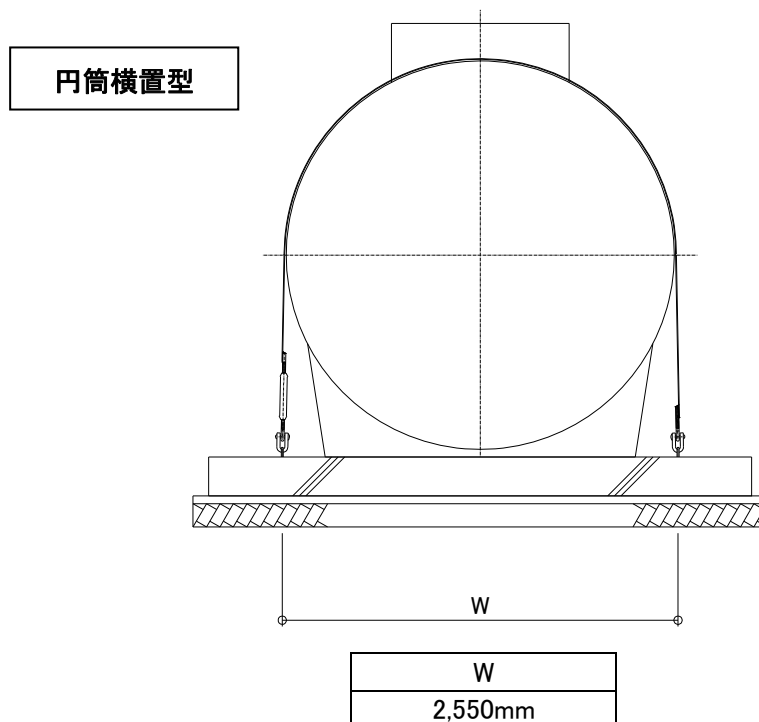
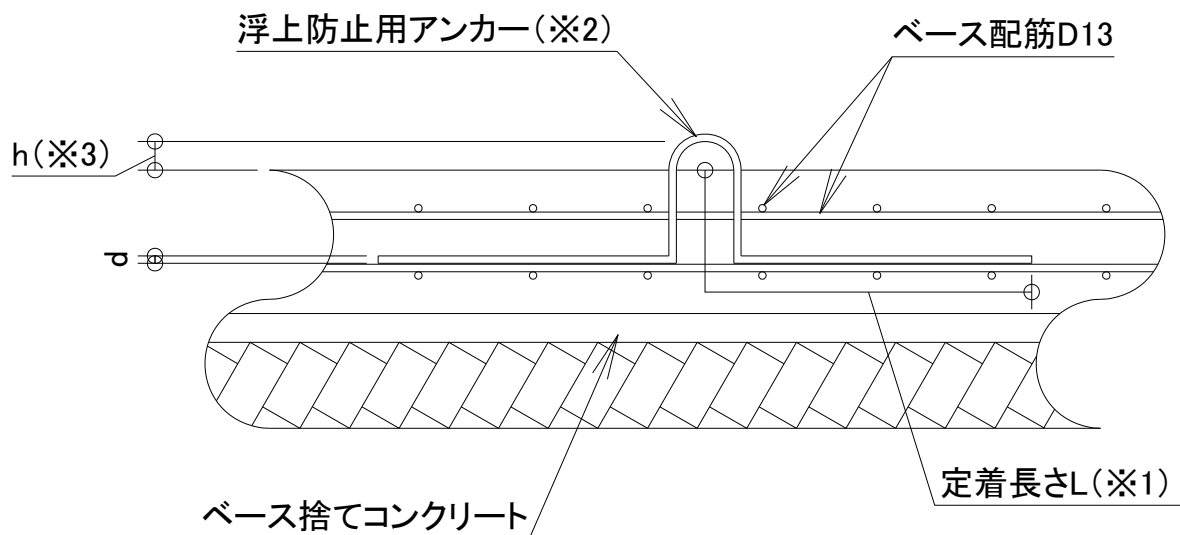
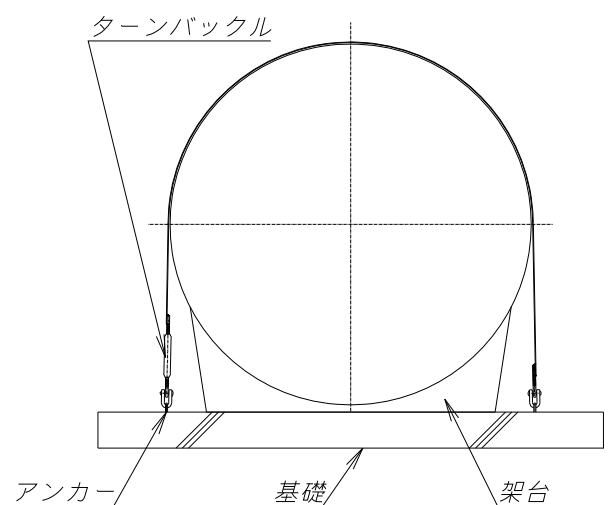

図 6
図 7
図 8
- ③ 浮上防止用アンカーの、ベースコンクリート上面からの高さは施工用図面等に従ってください。(図 6・図 7 参照)
⑤ 槽を設置したら固定用ワイヤーを図 6 のようにまき、ベースに埋め込んだアンカーにターンバックルを介して結合します。湧水のある場合は、ワイヤーロープの代わりにフラットバーを用い、図 8 のように設置します。